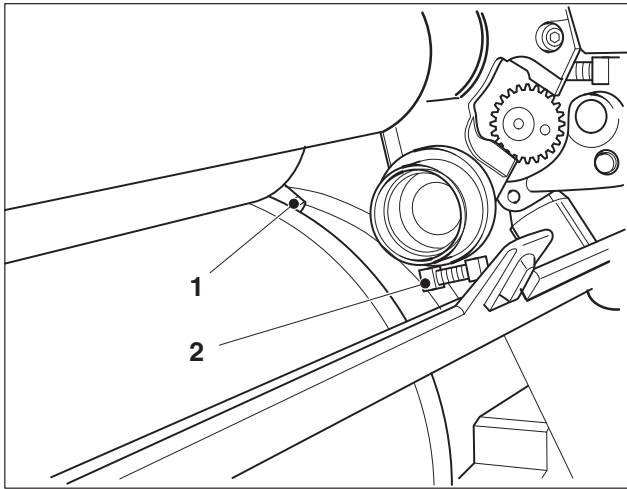

図 20 駆動側と操作側の調整ネジ
1. ゴムローラ **13** と **2**、および **14** と **1** の、駆動側と操作側のジャーナルボックスの調整ネジ（図 20/1）を左に2回転します。これで、これらのローラがインキ横振り金ローラから離れて取り外しやすくなります。